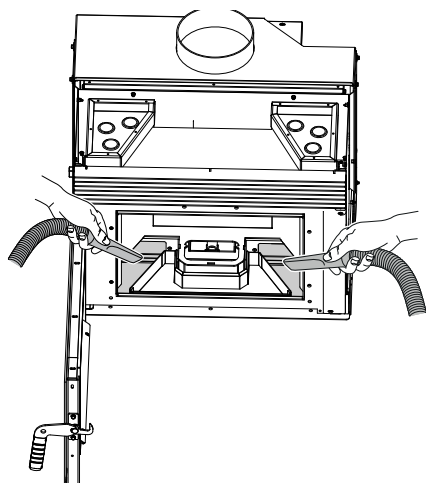

Abb. 7.19
- G) Aspirar residuos de ceniza (Fig. 7.19).